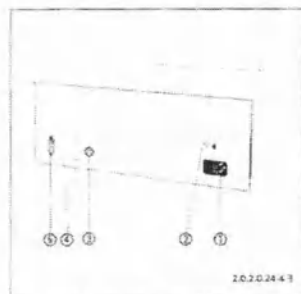

Рис. 4-3. Задняя панель блока насоса Н100.
Кабель питания должен свободно располагаться по середине конструкции вниз по направлению к отверстию дефлектора мешка (рисунок 4-3 (3)).